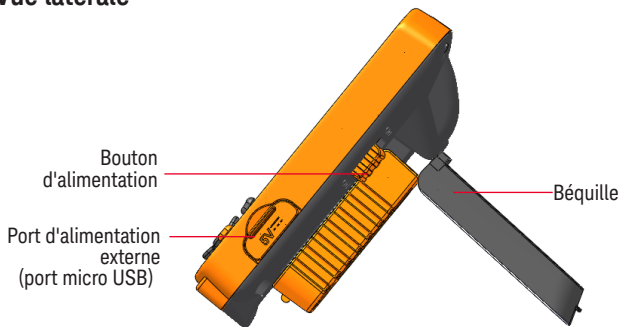

Figure 3 Vue latérale de l'afficheur d'enregistrement à distance U1115A (position droite)
- 1 Branchez l'extrémité du câble micro USB au port micro USB sur le côté de l'U1115A. (reportez-vous à la figure 3)